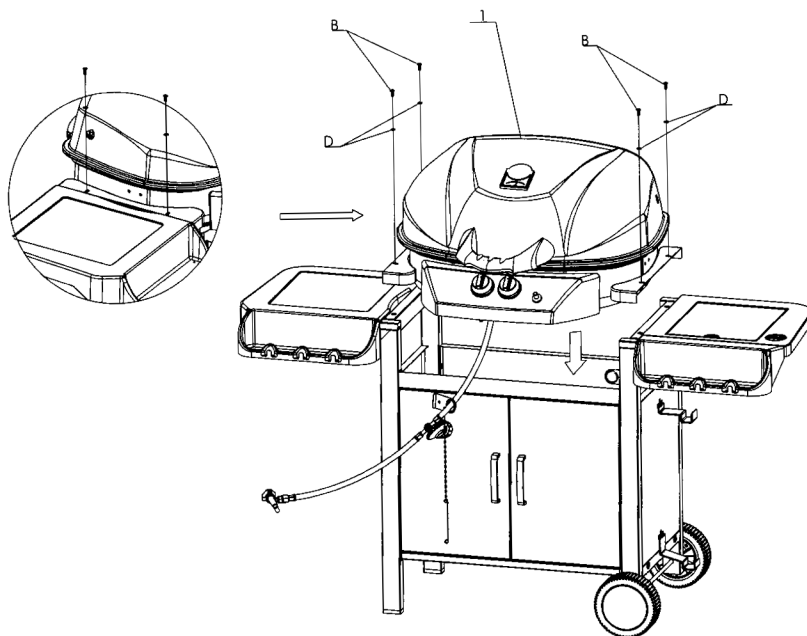

Figure 8
Déposez le corps du barbecue entre les montants, et fixez-le en place avec les boulons (B) et les rondelles plates (D). Voir figure 8.